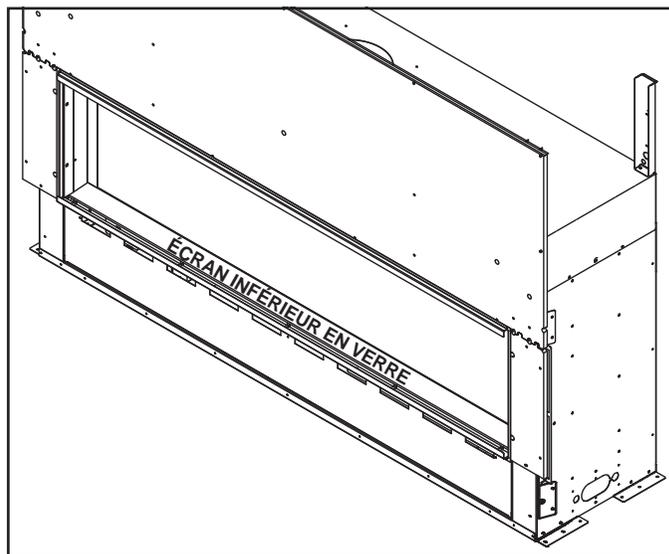

Figure 11.2 Emplacement du panneau inférieur en verre
2. Enlevez l'écran inférieur en verre. Voir la figure 11.2.
Enlevez le matériel d'emballage sous ou dans la boîte à feu. Vérifiez que tous les composants sont avec le foyer. Déballez l'écran inférieur en verre et remettez-le au même endroit, comme il est indiqué à la Figure 11.2.